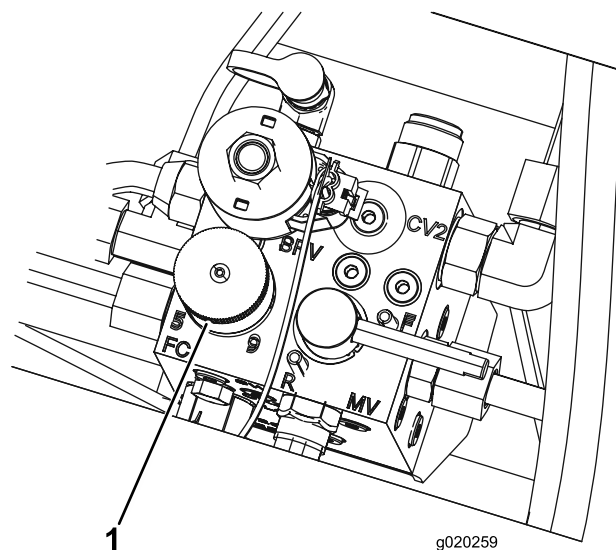

Bild 33
4. Drehen Sie zum Einstellen der Spindeldrehzahl das Handrad (Bild 33), bis die Zeiger auf die Nummer zeigen, die der gewünschten Einstellung entspricht.